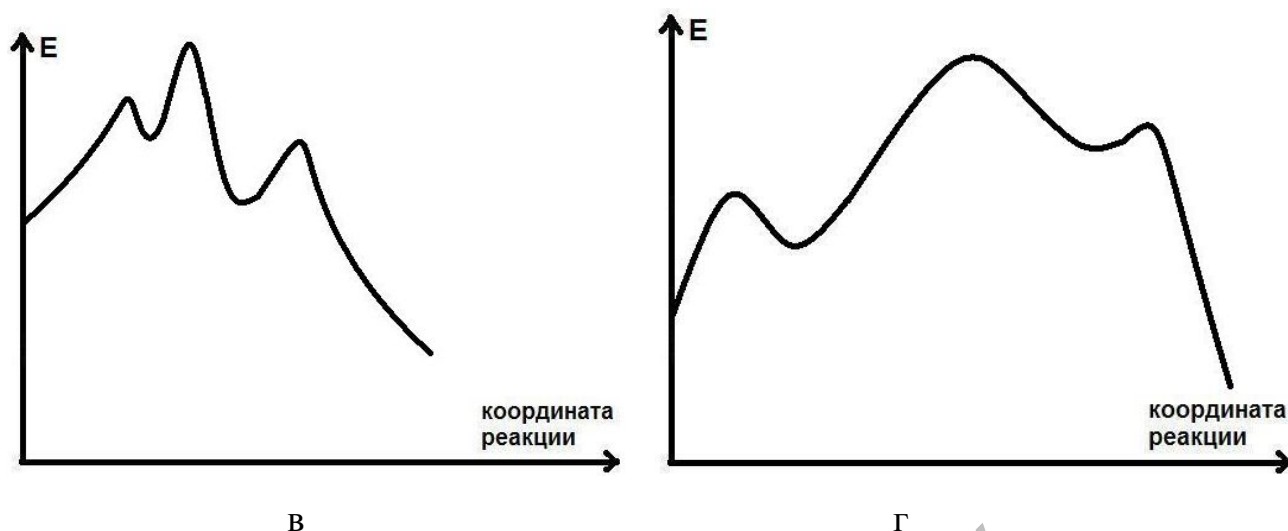

Рис. 6. Энергетические профили реакций
9. Для реакций, энергетические профили которых приведены на рис. 6, укажите: